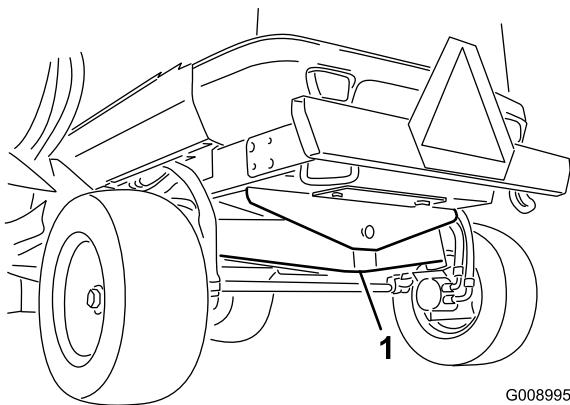

Figure 38
- 1. Point de levage avant (2)
- Au centre du pont arrière à l'arrière de la machine (Figure 38).